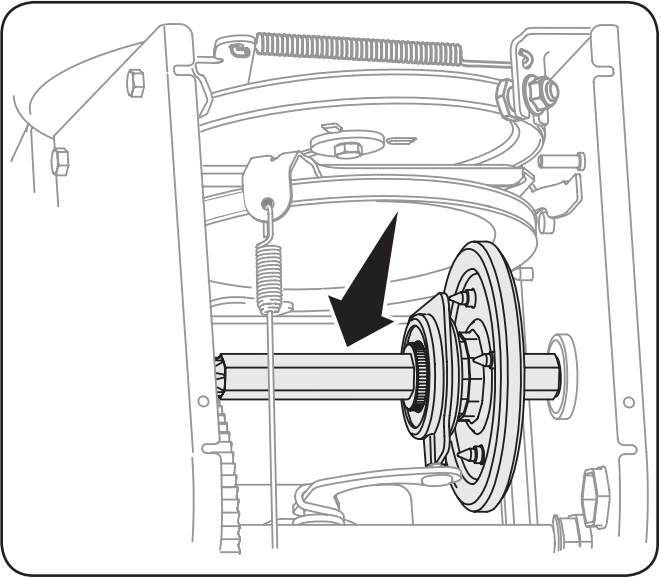

Fig. 6-2
- 4. Appliquez une légère couche d'huile polyvalente toutes saisons sur l'arbre hex. Voir la Fig. 6-2.